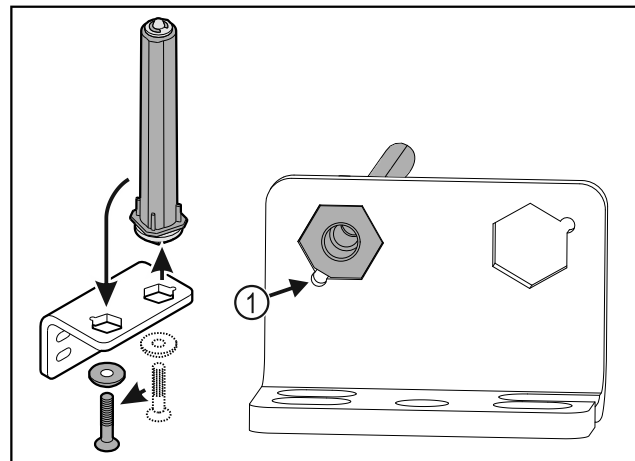

Fig. 33
- ▶ Проследите за тем, чтобы при установке скос пальца Fig. 33 (1) указывал в направлении круглого отверстия.